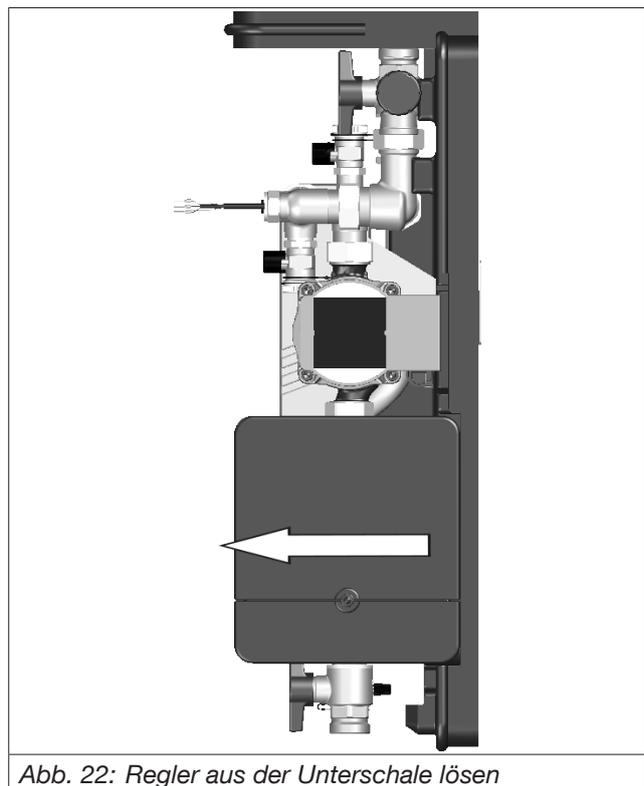

Abb. 22: Regler aus der Unterschale lösen
1. Ziehen Sie den Regler vorsichtig von der Unterschale ab wie in Abb. 22 auf Seite 30.
11. Stecken Sie den Regler zurück aus der Montageposition in die Betriebsposition (siehe Abb. 22 auf Seite 30).